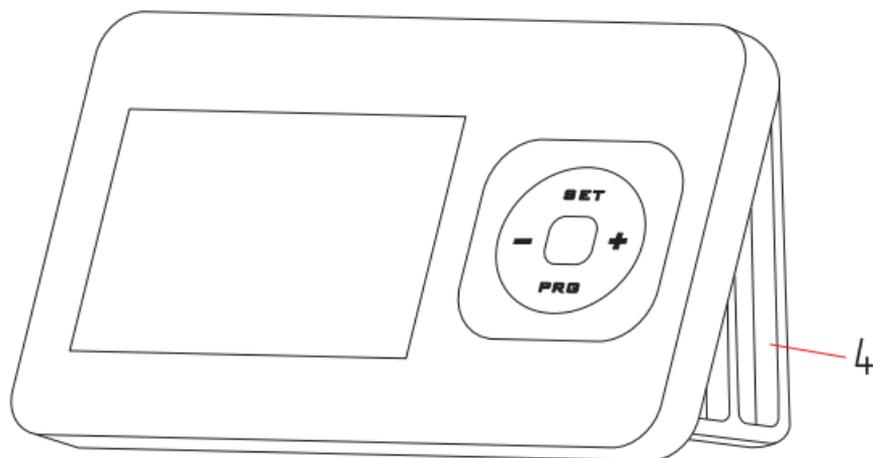

Рис.5 Установка терморегулятора
- Перед установкой терморегулятора (**Рис.5, поз.1**) на стену, отверткой отсоедините его от основания (**Рис.5, поз.2**);
- С помощью двух винтов или саморезов (**Рис.5, поз.3**) прикрепите основание (**Рис.5, поз.2**) к стене;
- Для установки терморегулятора на горизонтальную поверхность, отверткой отсоедините его от основания и установите две опоры (**Рис.5, поз.4**) в специальные отверстия на задней стенке терморегулятора, как показано на **Рис.5**.